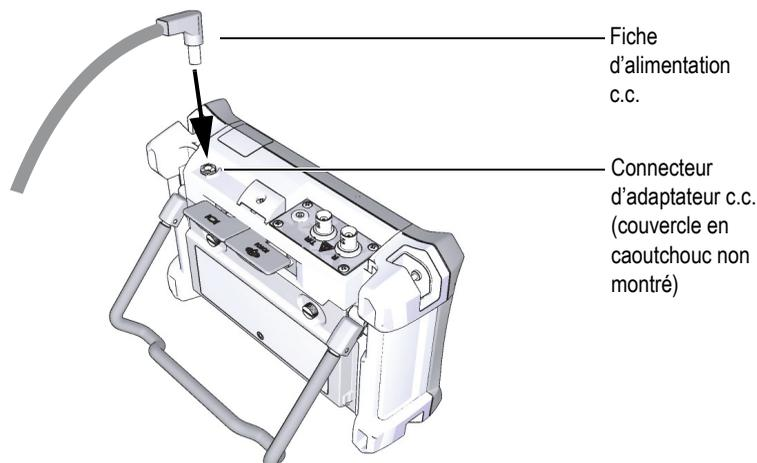

Figure 1-9 Connexion de la fiche d'alimentation c.c.
3. Connectez la fiche d'alimentation c.c. du chargeur-adaptateur c.a. au connecteur d'adaptateur (voir la Figure 1-9 à la page 25).